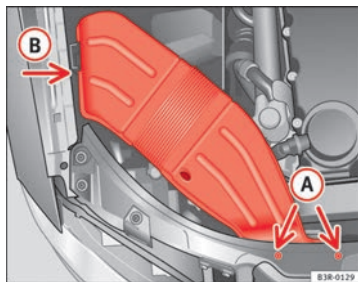

Fig. 199 Conducción de ventilación en el lado derecho del vehículo
- Desenrosque los tornillos **A** ⇒ fig. 199.